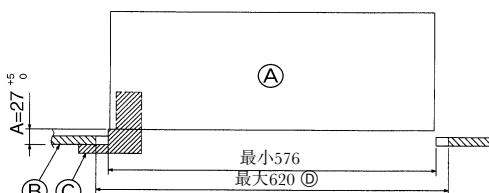
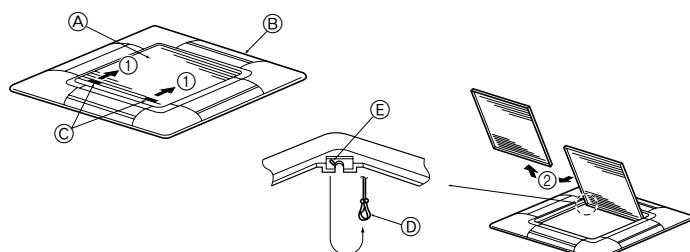
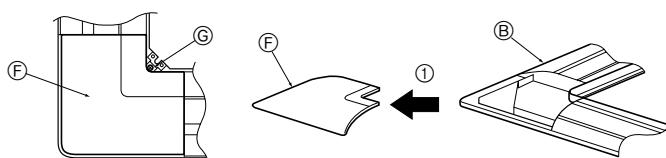

Fig. 5-2
Fig. 5-3
Fig. 5-4
5.2. 准备安装格栅 (Fig. 5-2)
- (A) 主机
- (B) 天花板
- (C) 轨距(附件)
- (D) 天花板开孔尺寸
5.2.1. 卸下进气格栅 (Fig. 5-3)
- 沿箭头①方向滑动进气格栅的横杆, 将进气格栅打开。
- 如箭头②方向所示, 在进气格栅位于“打开”的位置, 从格栅上卸下进气格栅的转枢。
5.2.2. 卸下角部面板 (Fig. 5-4)
- 从角部面板的拐角卸下螺钉。如箭头①方向滑动角部面板, 并将其取下。
- (A) 进气格栅
- (B) 格栅
- (C) 进气格栅横杆
- (D) 格栅钩子
- (E) 格栅钩的孔
- (F) 角部面板
- (G) 螺钉